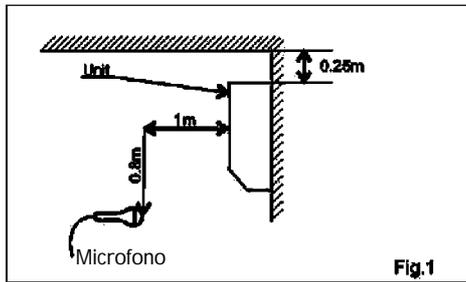

Figura 1 - Unità a Parete
6.2 Spettri della Pressione Sonora (Misurati come da Figura 1)
## Spettri della Pressione Sonora (Misurati come da Figura 1)